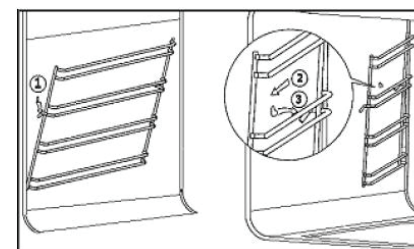

Рис. 14
1. Снимите передний крючок с боковой стенки духовки как показано на Рис. 14.